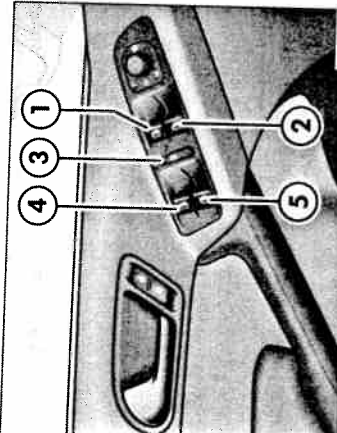

Fig. 33 Imagine din ușa conducătorului: Taste pentru geamurile din față și din spate.
- Apăsați tasta ⓐ ⇒ fig. 33 ①, ②, ④ sau ⑤, pentru a deschide geamul respectiv.